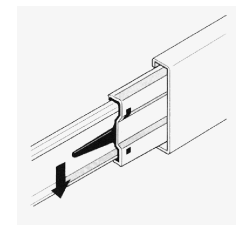
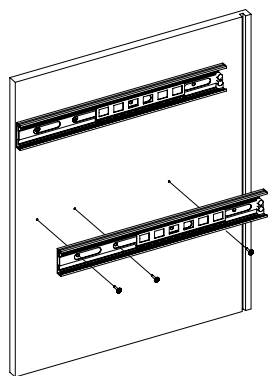

Рис.3
Рис.4
3. Отсоедините от основания телескопических направляющих внутренние планки, отогнув пластиковый рычажок фиксатора (Рис. 3). Основания телескопических направляющих закрепите на деталях 7 и 8 винтами М5х8 (Рис. 4).